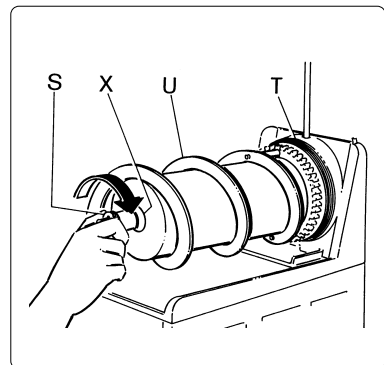

Abb. 14
- d) Den Befestigungsknauf (S) in Pfeilrichtung (linksgängiges Gewinde) abschrauben und das Rührwerk (U) sowie die Dichtungen (X) und (T) herausnehmen (siehe Abb. 14).